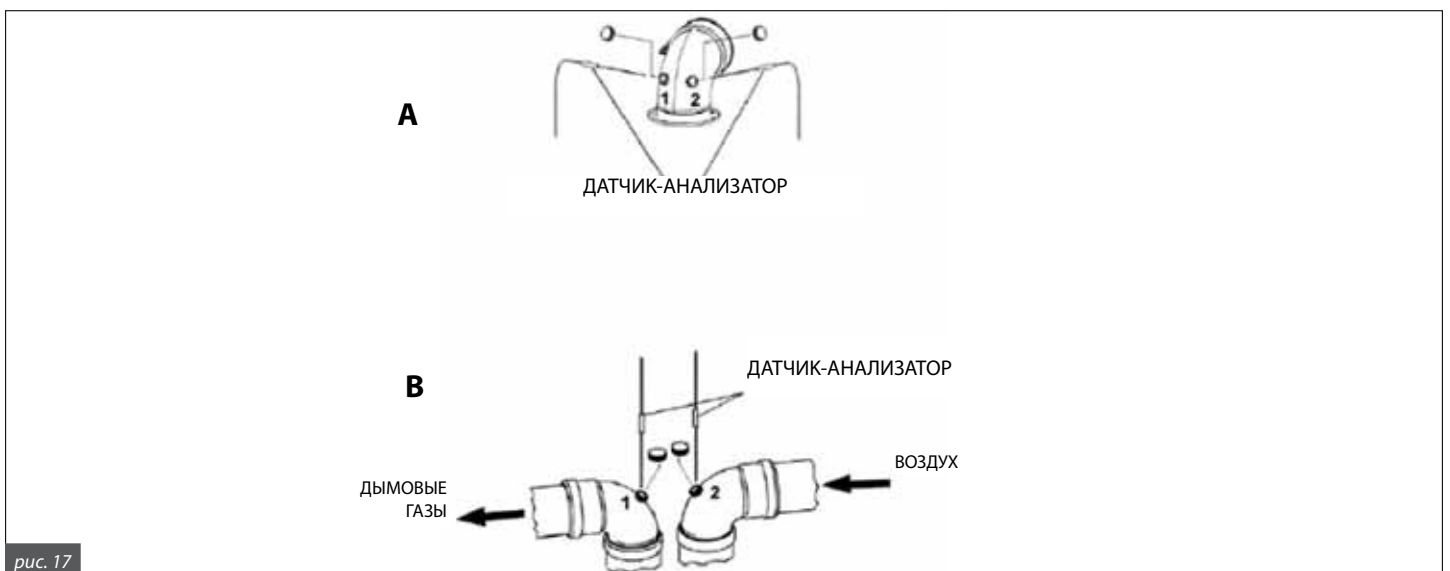

рис. 17
- Измерить температуру воздуха для горения через отверстие 1 (см. рис. 17 А для котлов с герметичной камерой сгорания, укомплектованных трубами со специальными отверстиями).
- Измерить температуру отходящих газов и содержание CO₂ через отверстие 2 (см. рис. 17 А для котлов с герметичной камерой сгорания, укомплектованных трубами со специальными отверстиями).
- Измерить температуру воздуха для горения через отверстие 2 (см. рис. 17 В для котлов с герметичной камерой сгорания, укомплектованных трубами со специальными отверстиями).
- Измерить температуру отходящих газов и содержание CO₂ через отверстие 1 (см. рис. 17 В для котлов с герметичной камерой сгорания, укомплектованных трубами со специальными отверстиями).